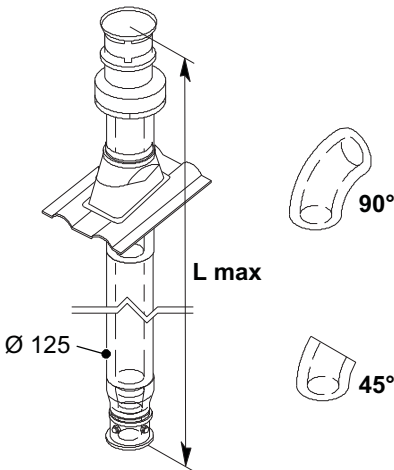

Fig. 5.16
**Kit de descarga de humos en techo (Fig. 5.16)**
Su altura máxima (L Fig. 5.16) con prolongaciones es de: